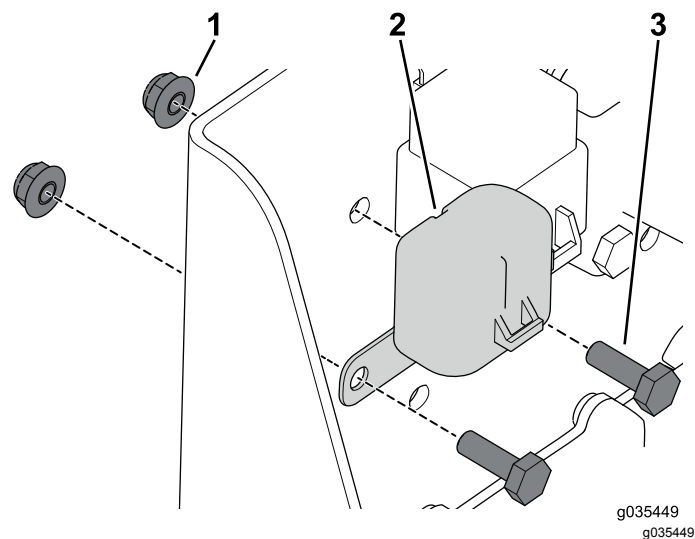

**Figura 13**
3. Utilize o parafuso (1/4 pol. x 3/4 pol.) e porca flangeada para prender o relé (Figura 13).